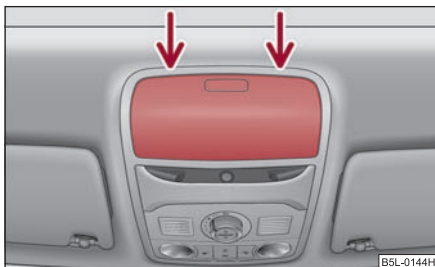

Fig. 52 Imagine din plafon:
- Așezați o șurubelniță cu capătul plat în partea din spate a capacului ⇒ fig. 52.